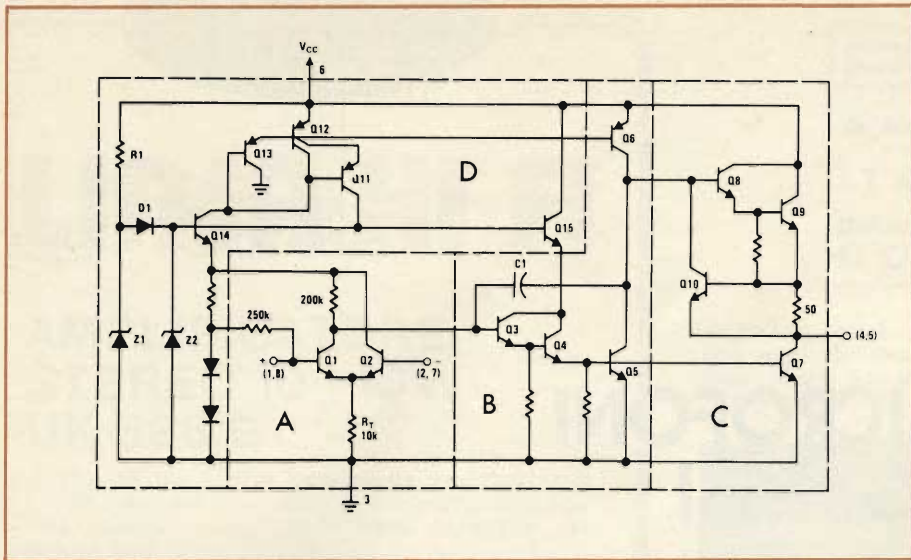

Fig. 1 - Schema elettrico interno dell'integrato NATIONAL LM387.
Possiamo osservare in fig. 1 lo schema interno all'integrato; la suddivisione in quattro blocchi funzionali ci semplificherà l'analisi del
Onde contenere la cifra di rumore complessiva, occorre che lo stadio di ingresso (quello che lavora con segnali più piccoli) sia progettato in modo particolare. La NATIONAL ha scelto per l'LM387 uno stadio di ingresso differenziale (Q1 e Q2 di fig. 1), che sebbene «faccia più rumore» di un semplice stadio «single ended», ha il vantaggio di presentare un'elevata impedenza di ingresso per il circuito di reazione, che può di conseguenza essere realizzato con piccole capacità e resistenze di valore elevato anche nel caso di equalizzazioni difficili.
Il secondo stadio amplificatore di tensione (B) è realizzato con un transistor ad emettitore comune (Q5 di fig. 1, il cui carico è la sorgente di corrente Q6). Il darlington Q3-Q4 realizza il guadagno in corrente necessario al pilotaggio di Q5 e di Q7. Il guadagno in tensione di questo secondo stadio è all'incirca 2.000, permettendo quindi un guadagno complessivo in tensione tipico di 160.000 (104 dB).